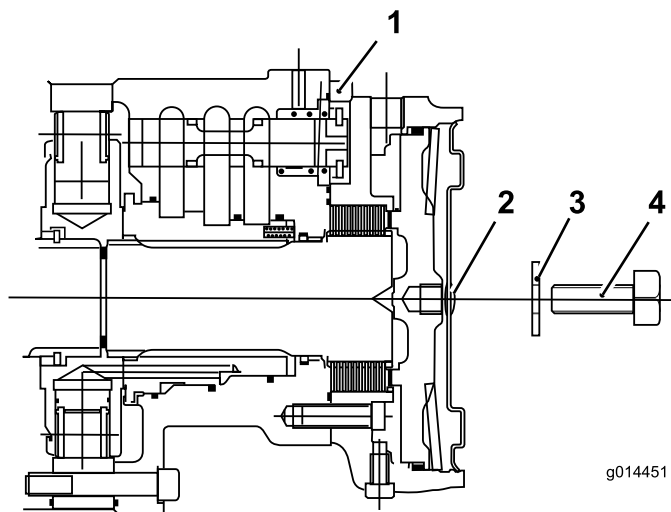

Figura 40
1. Rimuovete il bullone (12 x 40 mm) e la rondella (12 mm) dal foro al centro della piastra terminale del motore (Figura 40).